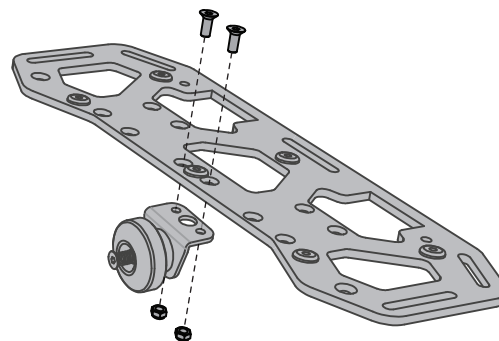

Ilustración 6: Instalación de la perilla de desmontaje rápido
- Instale una perilla de desmontaje rápido en cada portacarga utilizando dos fijaciones de 16 mm y dos tuercas de nyloc, tal y como se muestra en la **Ilustración 6**. Apriete las fijaciones a **6,0 N-m (4,4 pies-lbf)**.